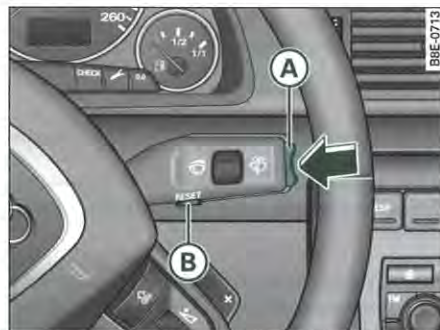

Fig. 24 Levier d'essuie-glaces : commandes de l'ordinateur de bord
Pressez la touche **Reset** **(B)** ⇒ page 39, fig. 24 pour passer des fonctions du niveau de mémoire 1 aux fonctions du niveau de mémoire 2.
- Appuyez sur le côté supérieur ou inférieur du sélecteur de fonctions (A) → fig. 24. Les fonctions de l'ordinateur de bord dans les différents niveaux de mémoire s'affichent successivement.
trajet à partir d'un moment déterminé, effacez la mémoire à partir de ce moment en appuyant sur la touche **[Reset]** ⇒ fig. 24 **(B)**.
Appuyez brièvement sur le sélecteur de fonction ou sur la touche **[Reset]** ⇒ page 39, fig. 24 pour arrêter l'alarme de durée du trajet.
L'afficheur indique la consommation moyenne en l/100 km depuis le dernier effacement de la mémoire. Cette information vous permet d'adapter votre conduite à la consommation souhaitée. Si vous souhaitez connaître votre consommation moyenne pour un nouveau trajet, effacez la mémoire à l'aide de la touche **[Reset]** ⇒ page 39, fig. 24. Après l'effacement de la mémoire, l'afficheur indique le chiffre zéro pendant les 30 premiers mètres parcourus.
L'afficheur indique la vitesse moyenne en km/h depuis le dernier effacement de la mémoire. Si vous souhaitez connaître votre vitesse moyenne pour un nouveau trajet, effacez la mémoire à l'aide de la touche **[Reset]** ⇒ page 39, fig. 24.
L'afficheur indique la distance parcourue depuis le dernier effacement de la mémoire. Si vous souhaitez calculer la distance à partir d'un moment déterminé, effacez la mémoire à partir de ce moment en appuyant sur la touche **[Reset]** ⇒ page 39, fig. 24 (B).